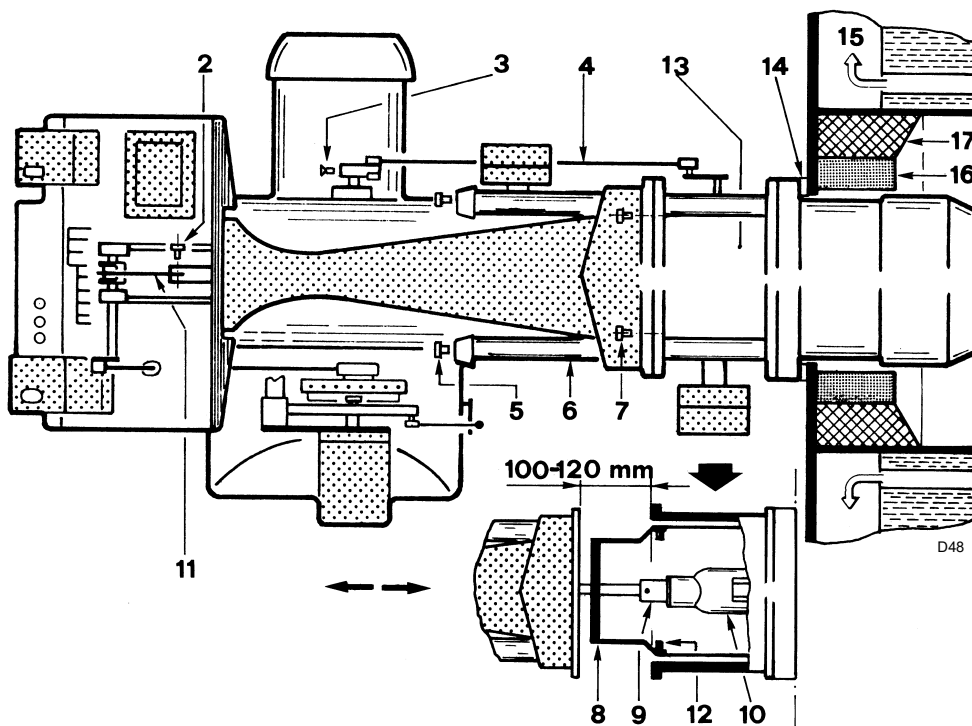
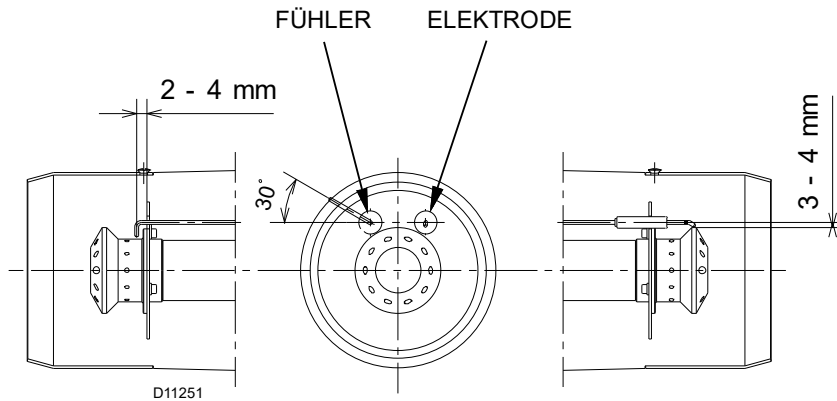

Abb. 13
Abb. 14
Für Heizkessel mit vorderem Abgasumlauf 9)(Abb. 13 auf Seite 17) oder mit Flammenumkehrkammer muss eine Schutzschicht zwischen feuerfestem Material des Kessels 8) und Flammrohr 6) aus feuerfestem Material 7) ausgeführt werden.
- Entfernen Sie die Schrauben 5)(Abb. 13) von den zwei Gleitschienen 6).
- Vor dem Befestigen des Flammkopfs am Kessel ist zu überprüfen, dass der Fühler und die Elektrode korrekt, wie auf der (Abb. 14 auf Seite 18) angegeben positioniert sind. Sollte dies nicht der Fall sein, das Bogenstück 10)(Abb. 13) von der Muffe 13) abmontieren.
Den Fühler nicht drehen, sondern gemäß Abb. 14 belassen. Seine Positionierung in der Nähe der Zündelektrode könnte den Verstärker des Steuergeräts beschädigen.
- Das Flammrohr an der Heizkesselplatte (Abb. 12 auf Seite 16) befestigen und die mitgelieferte Isolierdichtung 14)(Abb. 13) einfügen.
- Den Brenner nun erneut auf den Führungen 6)(Abb. 13) und die Gasleitung 9) wieder im Bogenstück 10) montieren.
- Montieren Sie nun die Gabel 8)(Abb. 13) und befestigen Sie sie dann mit den Schrauben 12).
- Schrauben Sie die Schrauben 7)(Abb. 13), mit denen das Gebläse am Flammkopf befestigt ist, ein.
- Montieren Sie die Feststellvorrichtungen und die Schrauben 5)(Abb. 13) auf den Gleitschienen 6).
Prüfen Sie vor dem Befestigen des Brenners am Heizkessel an der Öffnung des Flammrohrs, ob Fühler und Elektrode gemäß Abb. 14 korrekt positioniert sind.
War bei der vorherigen Kontrolle die Positionierung von Fühler oder Elektrode nicht richtig, müssen die Schrauben 7)(Abb. 13 auf Seite 17) entfernt, der innere Teil des Kopfes 4)(Abb. 6 auf Seite 11) herausgezogen und deren Einstellung vorgenommen werden.
Den Fühler nicht drehen und gemäß Abb. 14 belassen. Seine Positionierung in der Nähe der Zündelektrode könnte den Verstärker des Steuergeräts beschädigen.
Die in Abb. 14 angegebenen Maße einhalten.